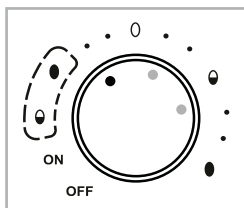

Fig. 2
- Vælg områdets **venstre** punkt (se fig. 2), hvis